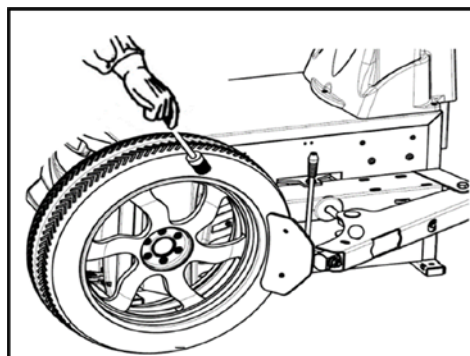

FIG23
- Placer dækket mellem fritrykkeskeen og dæktrykkerens løbesko (FIG23). Træd derefter ned på dæktrykkerpedalen (FIG3-12) for at adskille dækket fra fælgen. Gentag samme proces på de andre dele af dækket, indtil dækket er helt løsnet fra fælgen.